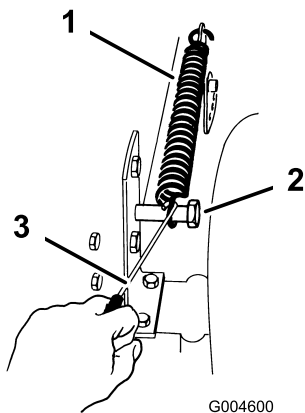

Figura 39
9. Togliete la molla di sollevamento altezza di taglio dal bullone di fissaggio (Figura 39) utilizzando l'attrezzo fornito con il trattore.
19. Agganciate la molla di sollevamento altezza di taglio al bullone di fissaggio (Figura 39) utilizzando l'attrezzo fornito con il trattore.